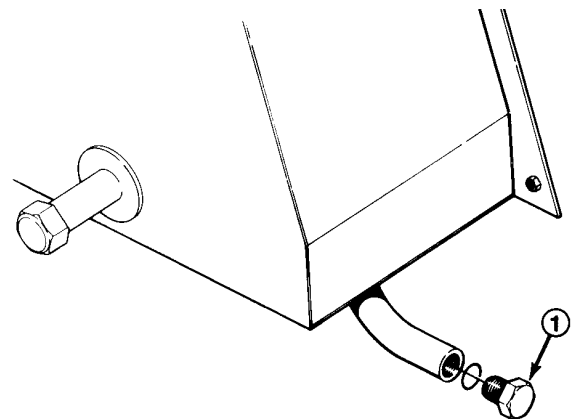

Figure 34
1. Enlever le bouchon de vidange (Fig. 34) du réservoir et laisser l'huile hydraulique s'écouler dans un bac de vidange. Remettre et serrer le bouchon lorsque toute l'huile s'est écoulée.